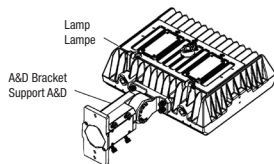

Figure 24
Step 1: Install the bracket on the lamp (Figure 24).
Étape 1 : Installez le support sur la lampe (figure 24).